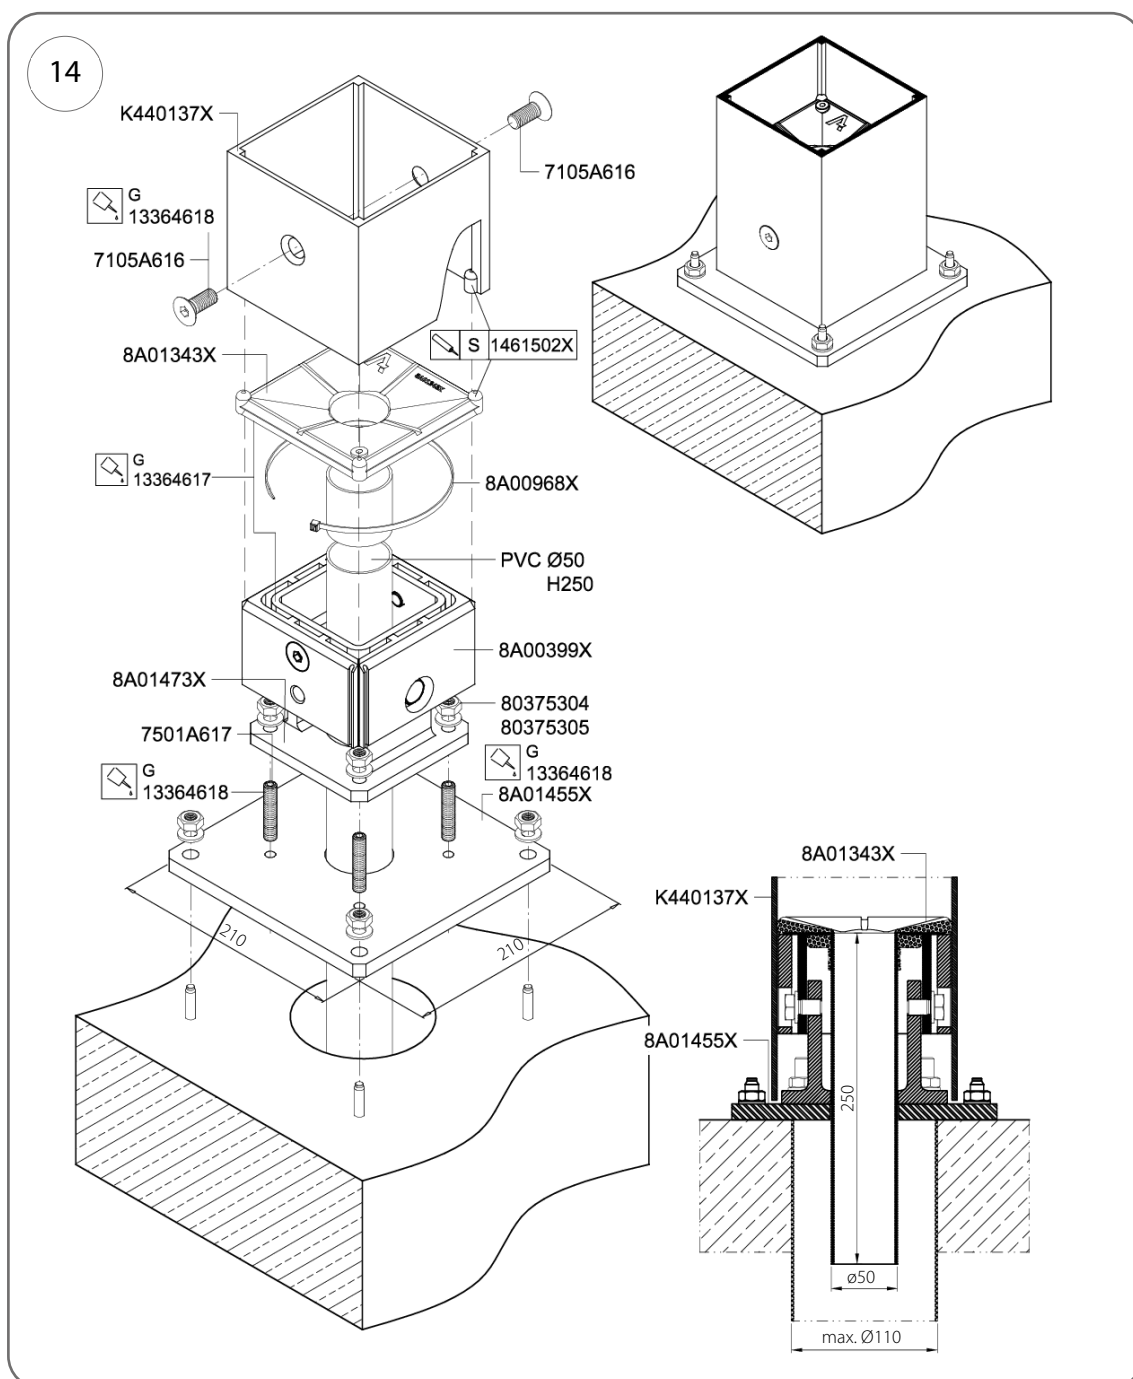

Fig. 14
6. Montez le poteau de pergola K440137X sur le support et fixez-le a l'aide de 2 vis Allen (réf. 7105A616, M12x30 mm) ; appliquez du frein-filet (réf. 13364618) sur les vis (Fig. 14).